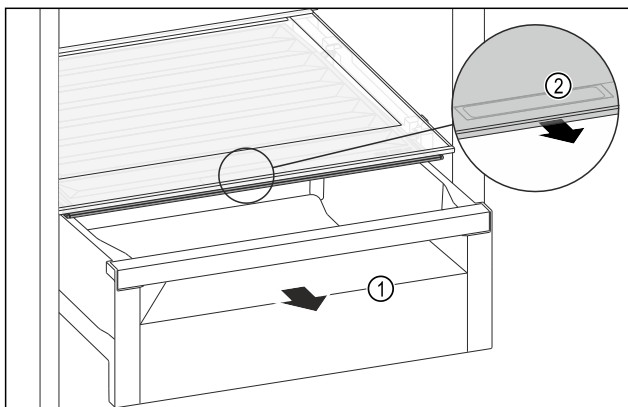

Fig. 212
- ▶ Извлеките выдвижной ящик Fig. 212 (1).
- ▶ Возьмитесь за утопленную ручку Fig. 212 (2) на крышке отделения и одновременно потяните крышку отделения вперед.